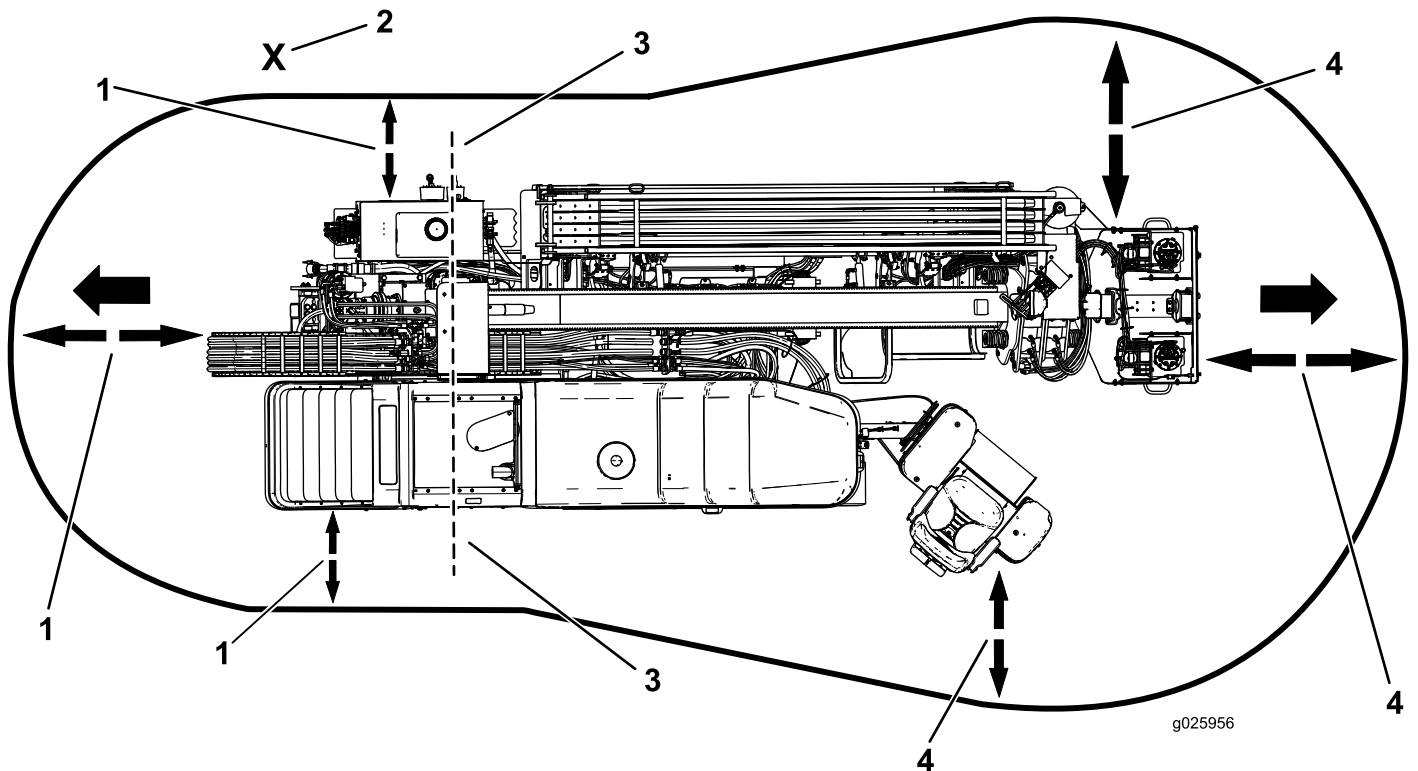

Рисунок 3
- Управляя машиной с помощью подвешенного пульта дистанционного управления движением, держитесь на безопасном расстоянии от машины (Рисунок 3).